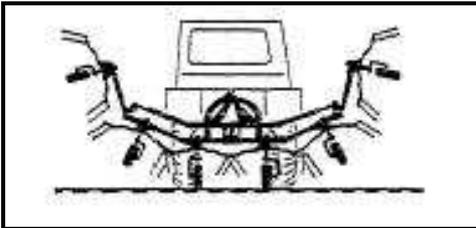

Abbildung 14
4. Maschine mittels hydr. Druck in Arbeitsstellung schwenken (Abb. 14).